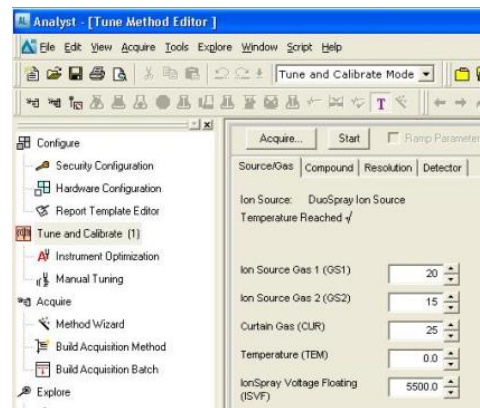

Figura 3. Tela para aquisição manual (Source/Gas).
- 1.1.13. Selecione a aba *Source/Gas* (Figura 3).